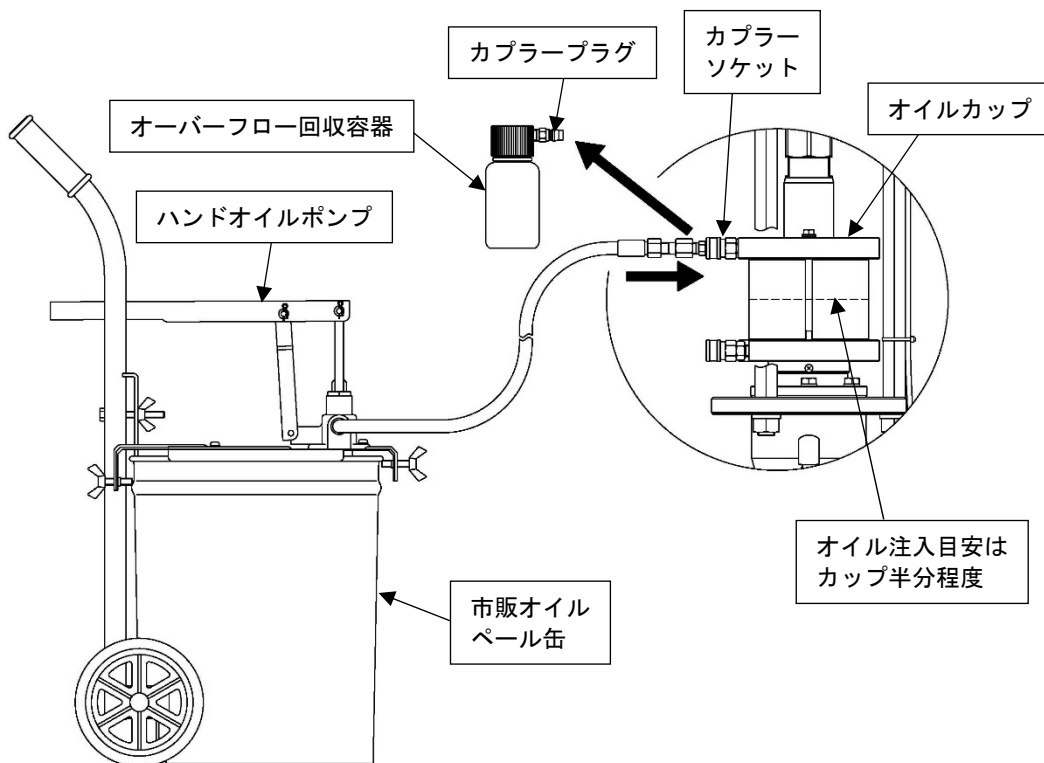

Fig.7
- 2) 専用ハンドオイルポンプ HOP-20W（別売、品番 853263）からのホースを、上側カプラーソケットに接続してください。（Fig.7）